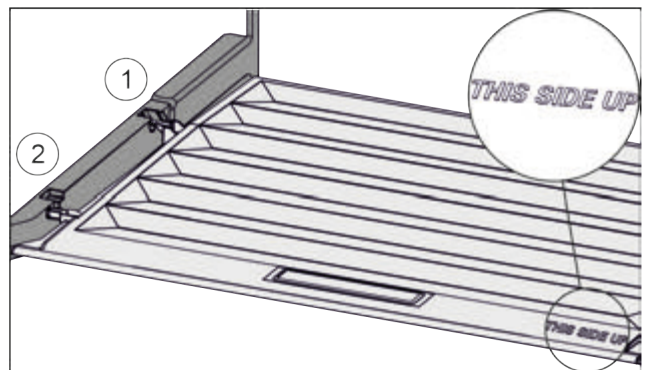

Fig. 76
- ▶ Вставити поперечні ребра через отвір заднього тримача Fig. 76 (1) і зафіксувати спереду у тримачі Fig. 76 (2).